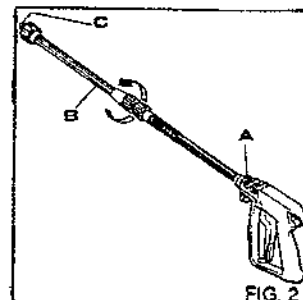

FIG. 2
- Brancher la poignée (2A) sur la rallonge (fig.2 B)
- Monter la buse sur la tête réglable (fig.2 C).